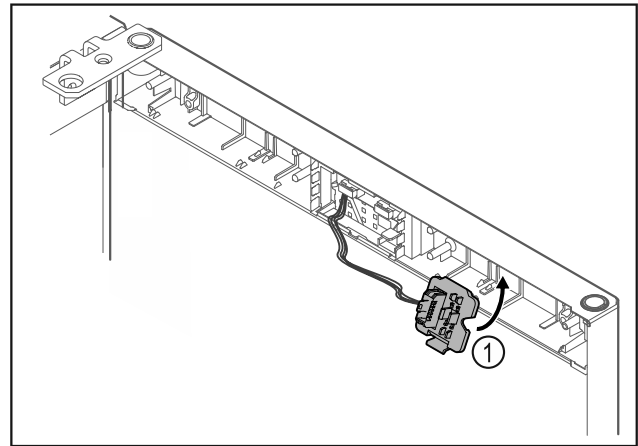

Fig. 18
- ▶ Užfiksukite kištuko laikiklį Fig. 18 (1) priešingoje pusėje.